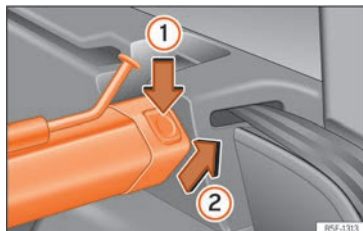

Fig. 126 Dans le coffre à bagages : démonter le filet de séparation.
- Appuyez sur la touche de déverrouillage gauche ou droite » fig. 126 dans le sens de la flèche (1).
- Retirez la structure du support dans le sens de la flèche » fig. 126 (2).
- Appuyez sur la structure sur les supports gauche et droit dans le sens contraire à la flèche »» fig. 126 ② jusqu'à ce qu'elle s'enclenche.